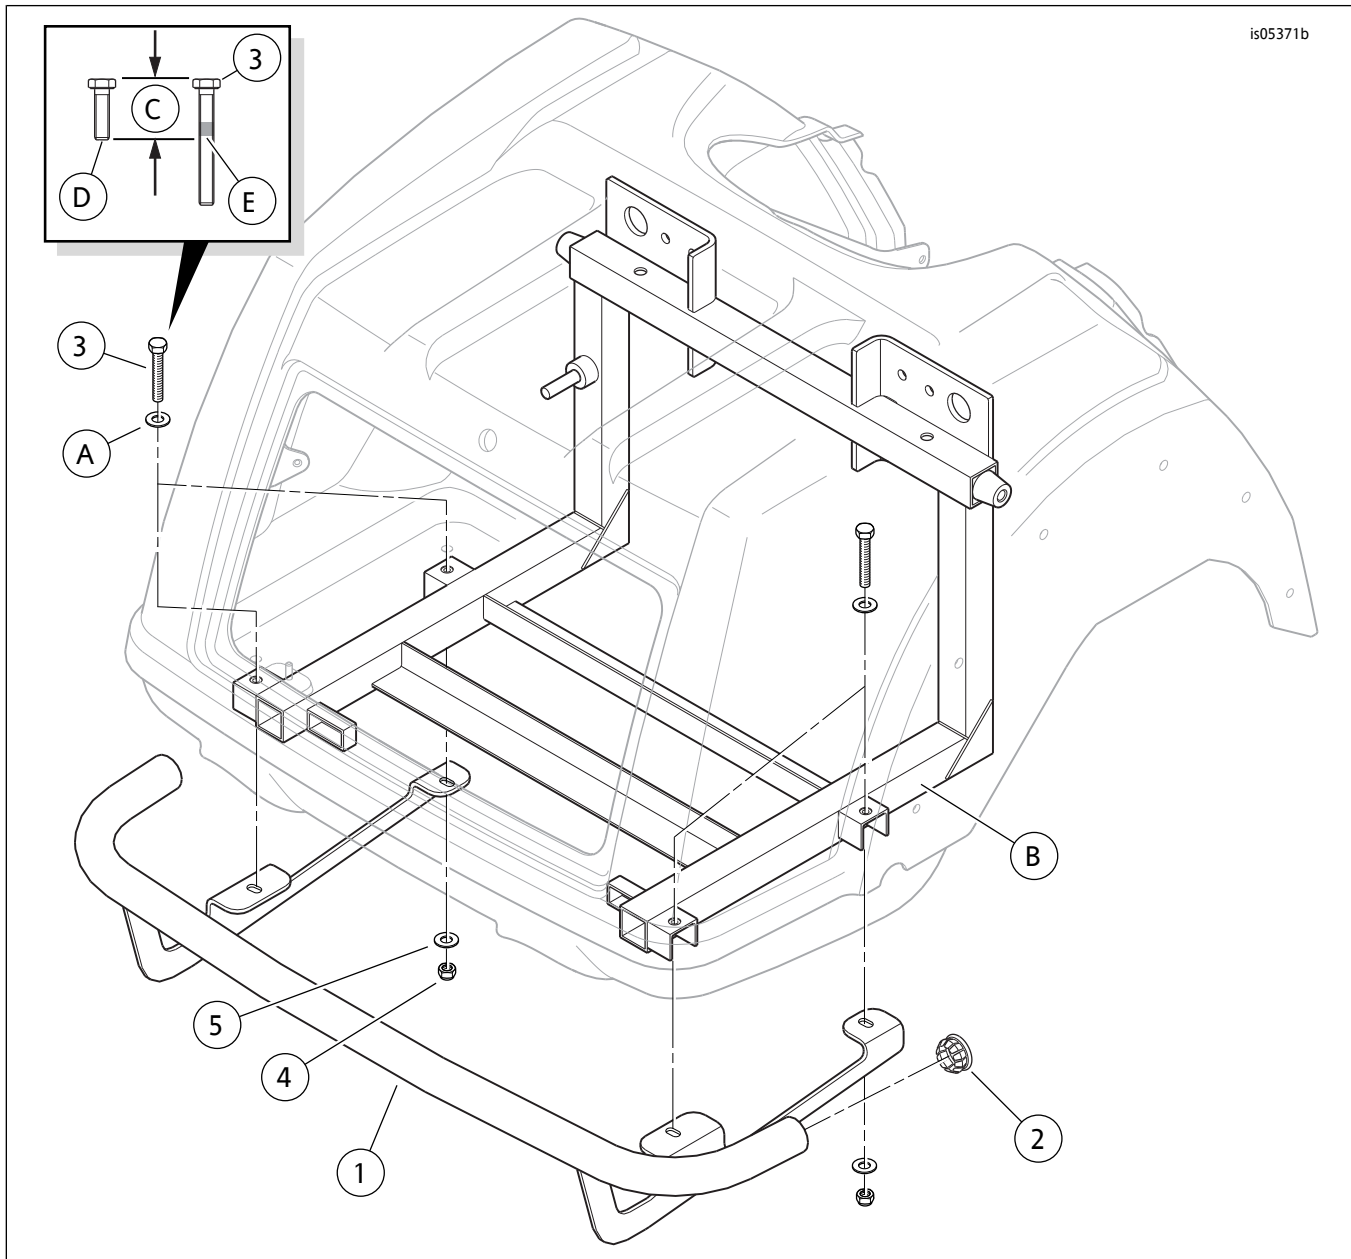

图1。维修零件：Trike镀铬后防护装置套件
参见图1和表1。
2. 参见图1。找到行李箱内底板上将箱体固定至后车架的四个螺丝与垫圈(A)。拆下其中一个螺丝，保持垫圈原位不动。为步骤3保存螺丝，然后丢弃。
3. 参见图1。在螺丝(3)上涂上少量螺纹锁固剂。